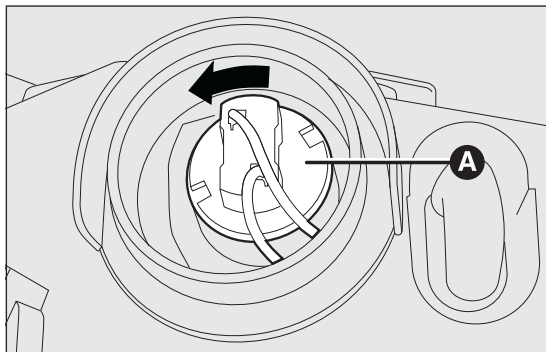

РИС. 127
- повернуть против часовой стрелки патрон А РИС. 127 и снять его;